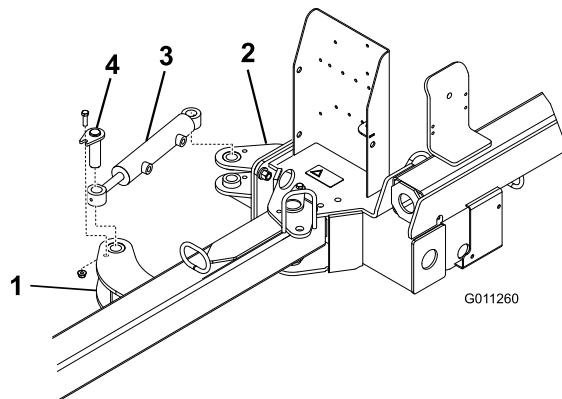

図 6
2. 油圧シリンダのそれぞれの端をアクチュエータ・タブに取り付ける； ピン・アセンブリ、 3/8 x 1-1/4 in ボルト、 3/8 in フランジ・ナットを使用する（図 6）。シリンダ・ロッドの端部（作動側）を前側のアクチュエータ・タブに取り付けること。